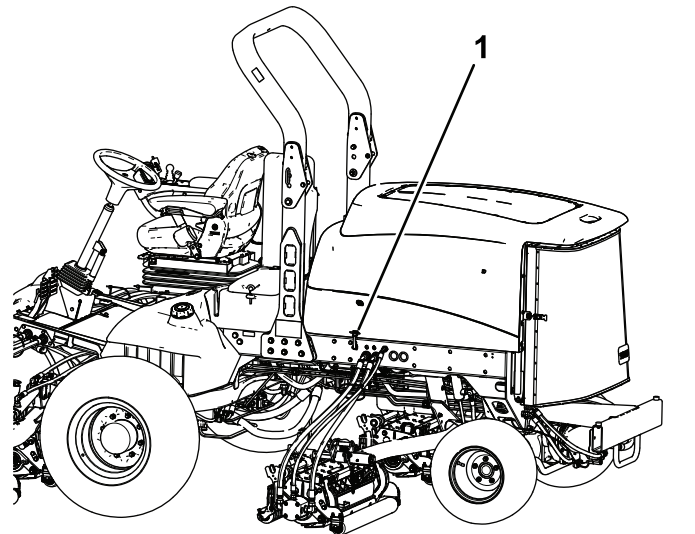

Bild 50
2. Lösen Sie die Motorhaubenriegel und öffnen Sie die Motorhaube (Bild 50).